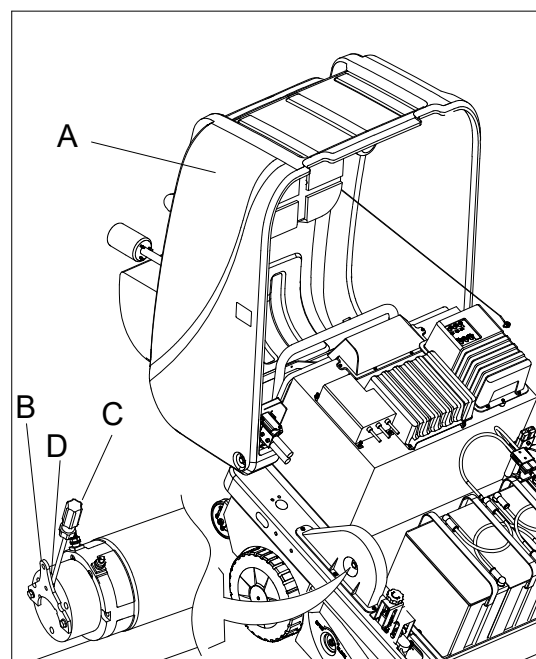

Abb. 17
1. Öffnen Sie den Deckel (D, Abb. 17).
2. Ziehen Sie den Griff des Antriebsmotors (B, Abb. 17) nach außen.
3. Stecken Sie den Schraubendreher (C, Abb. 17) in den Schlitz (D, Abb. 17). Drehen Sie den Deckel zurück, dann kann die Maschine geschoben oder gezogen werden.
4. Wurde die Maschine zum Zielort bewegt, nehmen Sie den Schraubendreher heraus (C, Abb. 17), sodass die Maschine normal arbeiten kann.